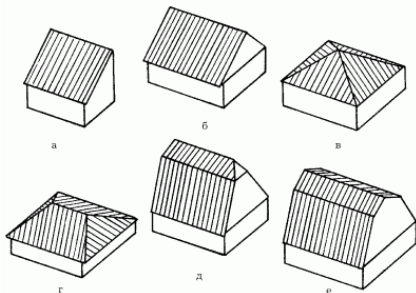

Рис. 1. Типы крыш: а – односкатная; б – двускатная; в – шатровая; г – вальмовая; д – полувальмовая; е – мансардная.
По конструкции каркаса скатная крыша может быть (рис. 1):
- односкатная, которая опирается на две противоположные стены, имеющие разную высоту (рис. 1, а);
- двускатная состоит из двух плоскостей, которые опираются на стены одинаковой высоты (рис. 1, б);
- шатровая, имеющая 4 одинаковых ската треугольной формы, вершины которых сходятся в одной точке (рис. 1, в);
- вальмовая, у которой боковые скаты трапециевидные, а торцевые скатные крыши имеют треугольную форму (рис. 1, г);
- полувальмовая имеет срезанные вершины над торцевыми стенками в виде треугольников (рис. 1, д);
ду собой под тупым углом (рис. 1, е).